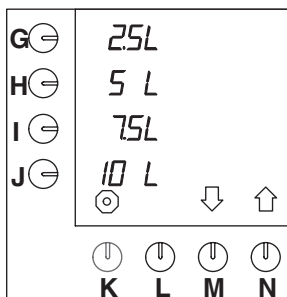

Fig. 23 Touches de présélection par défaut
Par défaut, la machine est réglée sur l'unité L (=Litres). Cette unité peut être modifiée. (Cette unité est par défaut sur l'écran de contrôle avec les touches de préférence (fig.23)).
- Appuyez sur la touche de sélection (N.)↑ jusqu'à ce que la fig.23 s'affiche sur l'écran de contrôle.